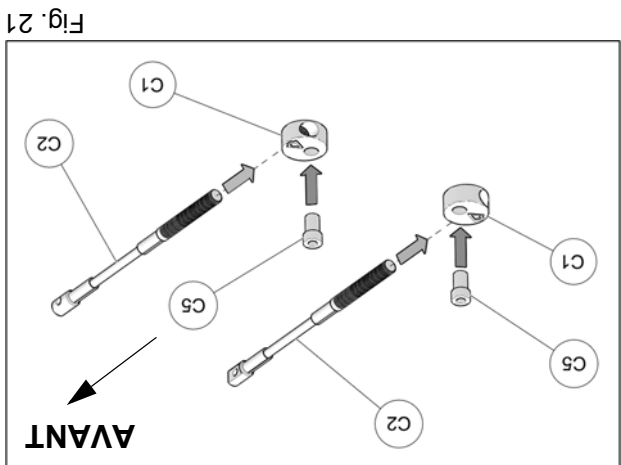

Fig. 21
11. Assembler les câbles des limiteurs de conduite (C2), les disques en aluminium (C1) et les bagues espacateurs (C5) tel que montré à la Fig. 21